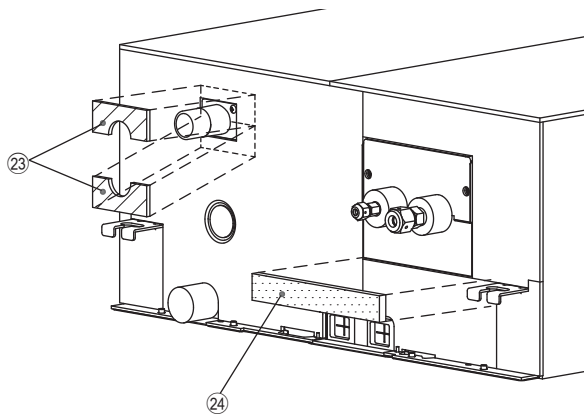
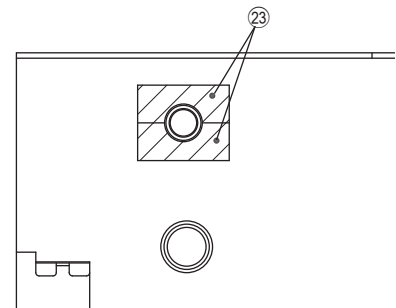
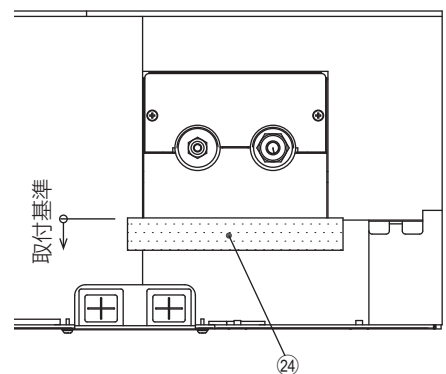

図 27
図 28
図 29
1. ドレンソケット部に断熱材 ㉓ を取付けます。(図 27、図 28)
2. 配管カバー下部に断熱材 ㉔ を取付けます。(図 27、図 29)